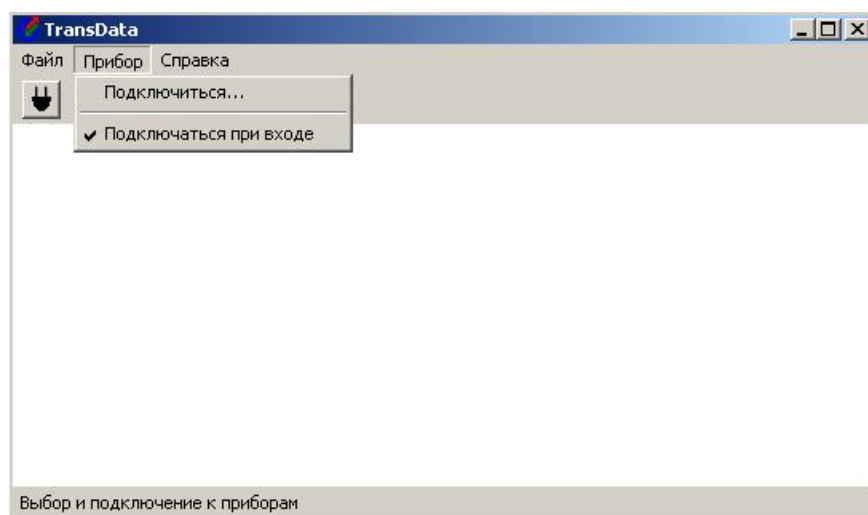

Рисунок 10
- Подключаться при входе – данный пункт позволяет пользователю подключать регистратор при запуске программы с текущими установками подключения, при его активизации появляется значок «V», (рисунок 10) повторный выбор данного пункта снимает его, и при следующих запусках программы автоматическое подключение к регистратору производиться не будет.
5.5.2.7 При активизации пункта «Подключиться» и кнопки (2)  открывается окно, как показано на рисунке 11. Кнопка (2)  вынесена для удобства пользователя, ее назначение такое же, как и пункта «Подключиться».